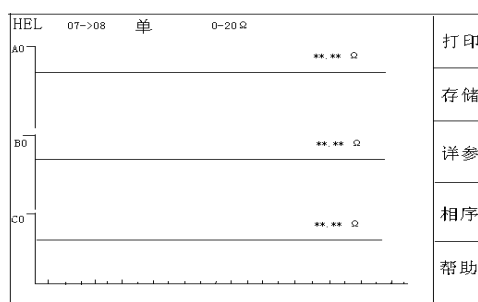

图 11
1. 按【测试】键仪器显示各路的情况，如图11所示，右侧变动的数据为每一路测到的电压值。当右侧变动的数据基本稳定，则充电完毕，这时按【确定】键开始测试。
屏幕画面如图11所示：表示仪器正在捕捉被测开关的切换过程，此时不想进行测试可长按【退出】键结束测试。